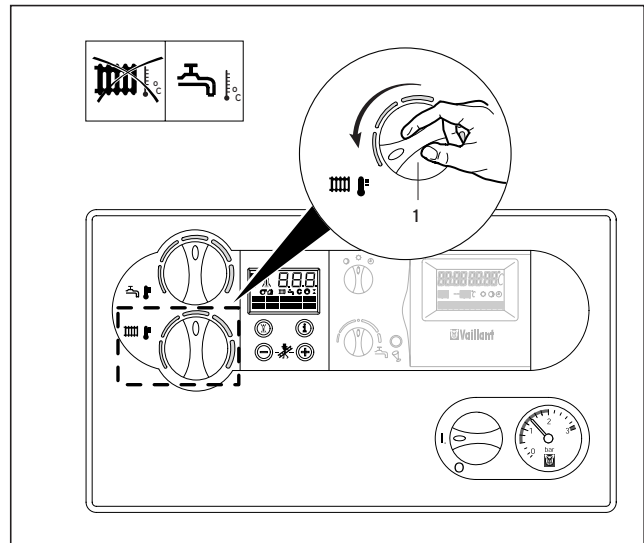

Abb. 3.12 Heizbetrieb ausschalten (Sommerbetrieb)
- Drehen Sie hierzu den Drehknopf (1) zur Einstellung der Heizungs-Vorlauftemperatur auf Linksanschlag (Abb. 3.12).